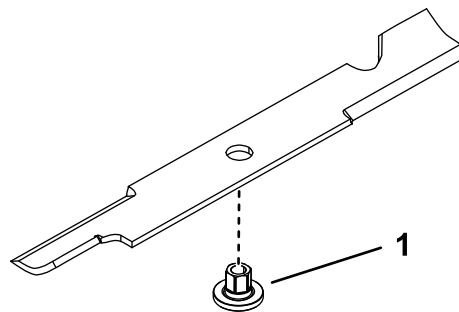

Bild 80
- Montieren Sie eine Buchse durch das Messer, wobei der Bund der Buchse auf der unteren (Gras-)Seite des Messers liegen muss (Bild 80).